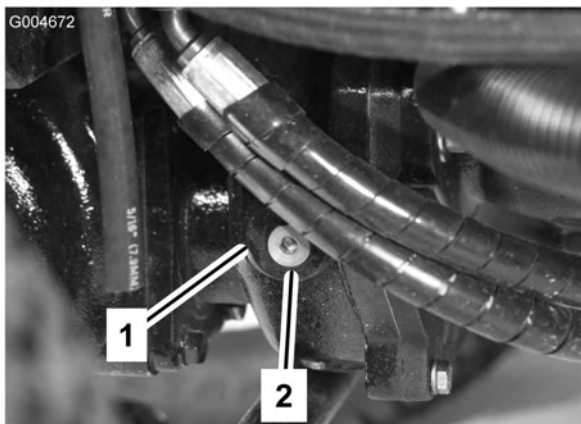

Figura 13
2. Retire el tapón de verificación/llenado del lado izquierdo de la caja de engranajes (Figura 13) y asegúrese de que el lubricante llega al borde inferior del orificio. Si el nivel es bajo, añada suficiente lubricante para que el nivel llegue al borde inferior del orificio.